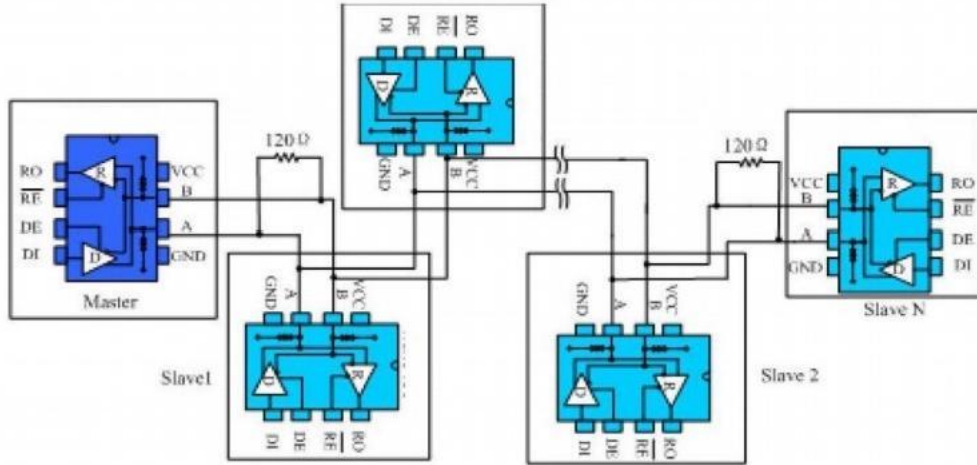

图10手拉手式 RS485半双工通讯网络
**手拉手式组网：**又称菊花链拓扑结构，是 **RS485** 总线布线的标准及规范，是 TIA 等组织推荐使用的RS485 总线拓扑结构。其布线方式就是主控设备与多个从控设备形成手拉手连接方式，如图10所示，不留分支才是手拉手的方式。这种布线方式，具有信号反射小，通讯成功率高等优点。